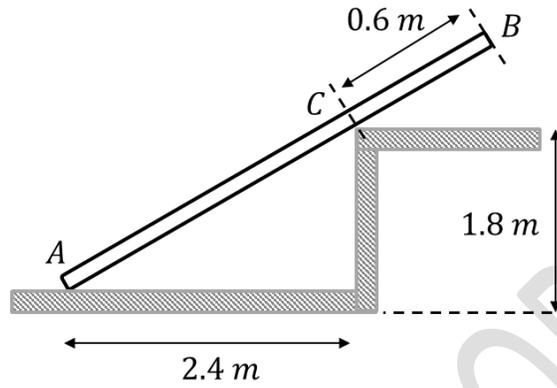

Fig. 4.16.
4.8.- Una varilla de 3.6 (m) de longitud y peso 70 (N) está apoyada en el suelo en el punto A y en el escalón C como muestra la Fig. 4.16. La varilla está en equilibrio por efecto de la fuerza de roce en el extremo A de ella y no se considera que actúe roce en el escalón C. Calcular: